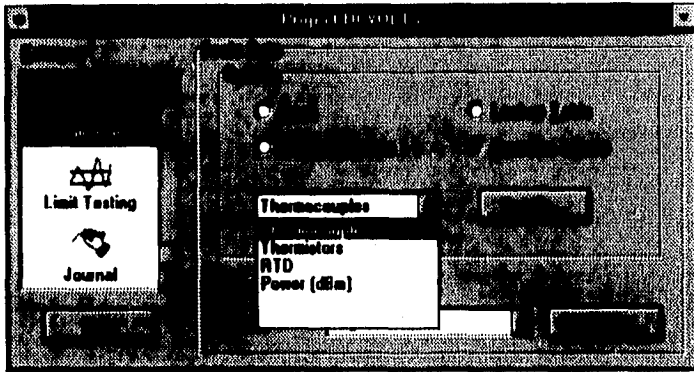

Figura 4.16
1. En la Categoría de Escalar Datos de la ventana de proyectos, seleccionar el botón EQUATION LIBRARY (ver Figura 4.16). Seleccionar una opción de la lista correspondiente. Las siguientes ecuaciones están disponibles: